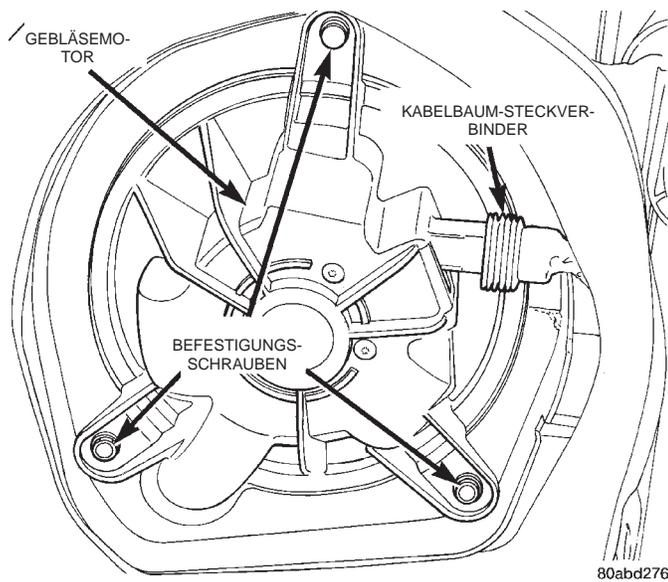

Abb. 37 Gebläsemotor aus- und einbauen
(3) Steckverbinder des Gebläsemotors abziehen (Abb. 37).
(4) Die drei Schrauben lösen, mit denen der Gebläsemotor samt Gebläserad am Gehäuse der Heizungs-/Klimaanlage befestigt ist.
(5) Gebläsemotor so drehen, daß er samt Gebläserad vom Gehäuse der Heizungs-/Klimaanlage abgenommen werden kann.